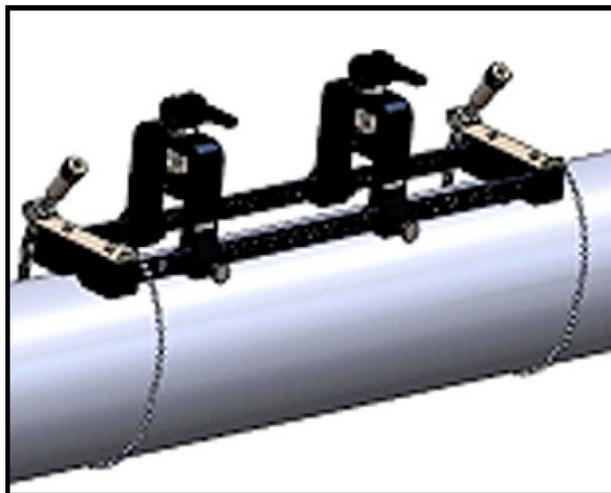

Рис. 14: Крепление с затянутыми цепями
- Повторите предыдущие шаги, чтобы установить цепь на противоположном конце крепежного приспособления (см. Рис. 14 ниже). Крепежное приспособление должно быть надежно смонтировано на трубе, но все же оно должно быть закреплено достаточно неплотно, чтобы была возможна окончательная регулировка.